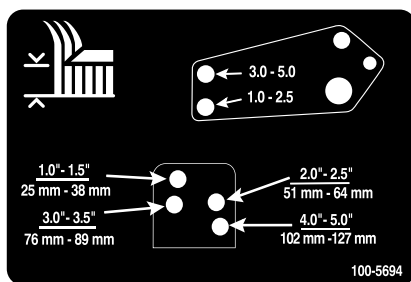

Figura 26
- Alinhe os orifícios do elemento de ligação do amortecedor com os orifícios da altura de corte desejada na estrutura da plataforma do cortador e monte os respetivos pinos de segurança e contrapinos tipo grampo (Figura 26).